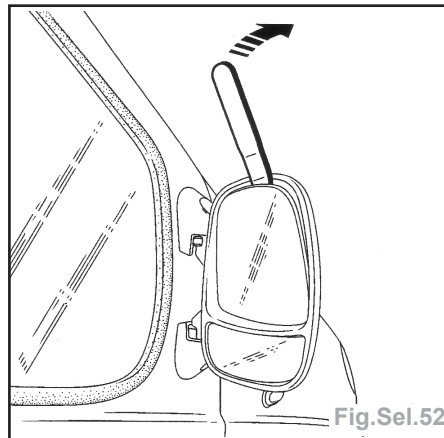

Fig.Sel.52
- Insérer l'outil **Car.136a**, prendre appui sur le bord de la coquille plastique du rétroviseur et pousser comme indiqué (Fig.Sel.52).